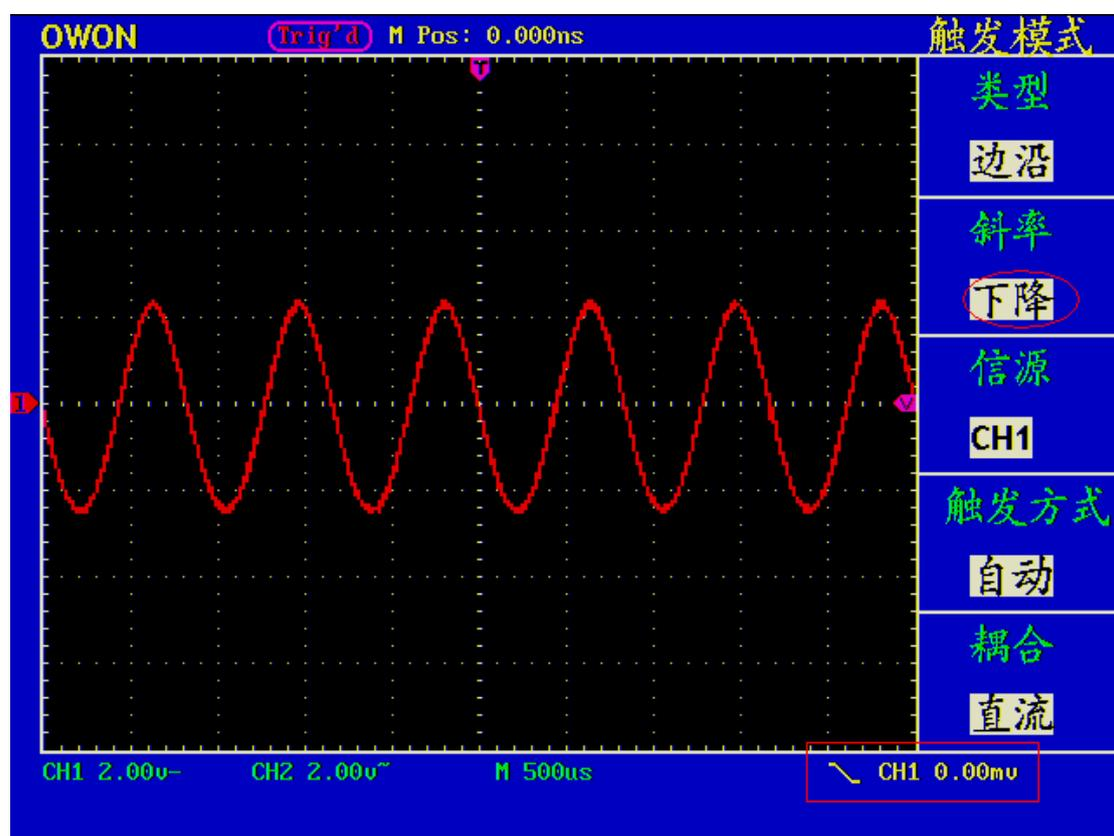

图 29: 下降沿触发波形
- 7、再按 **F2** 菜单选择按键，选择斜率为 **下降**。屏幕显示见图29。